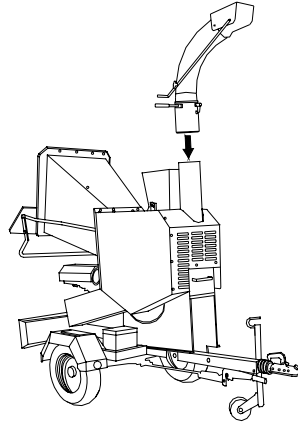

Fig. 4
- déballer le tuyau d'évacuation (scarico del materiale) courbe et l'engager dans son logement en bloquant la poignée à encliquetage (fig. 4) .